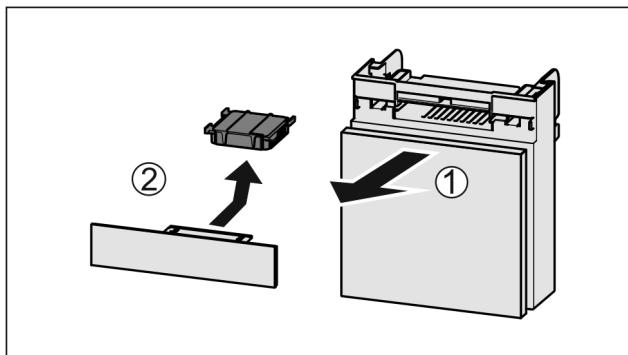

Fig. 149
- Fach nach vorne herausziehen Fig. 149 (1).
- Aktivkohlefilter entnehmen Fig. 149 (2).